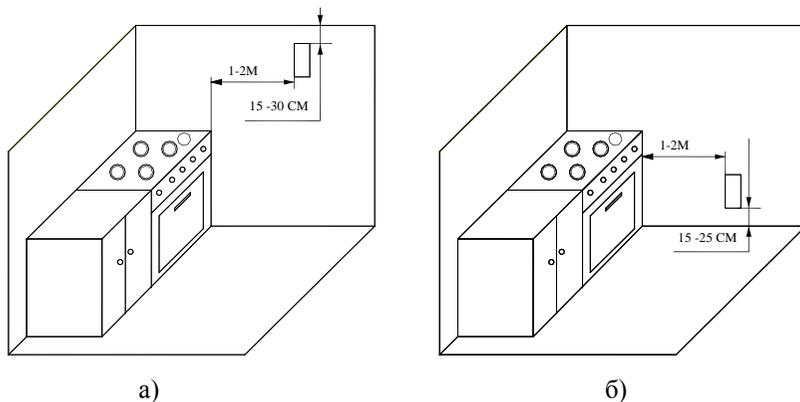

Рисунок 2. Схема расположения газового сигнализатора.
- сигнализатор следует устанавливать на вертикальной стене в местах возможной утечки газа (вблизи газовых плит, газовых нагревательных и отопительных приборов, вентилей, клапанов и т.д.) (см. рисунок 2);
- если сигнализатор предназначен для обнаружения повышенной концентрации в воздухе метана, то его необходимо устанавливать над местами возможной утечки газа на расстоянии от потолка 15-30 см (рисунок.2а);